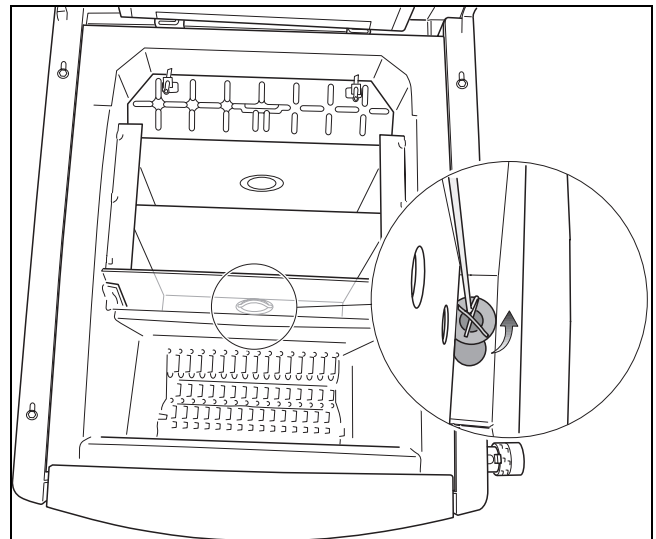

Рис. 33 Відкриття кришки очистки
- Перед запалюванням перевірте, чи закрито отвір для чищення (→ рисунок 33, стор. 26) на днищі попільника через кришку для чищення. Під час чищення опалювального котла попільник знімається через отвір для чищення.